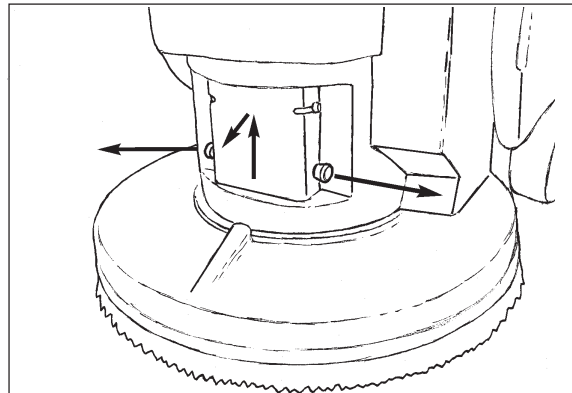
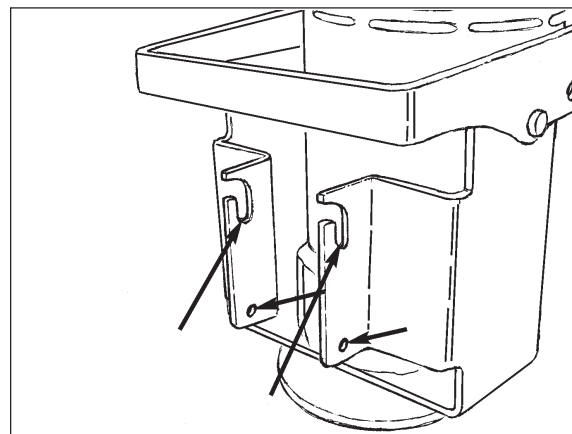

Figure 18
Figure 19
- **Étape Volume** - A l'étape Volume du chargement, le voyant rouge est illuminé sur le chargeur (Voir Figure 18). Pendant cette étape, le chargeur fournit sa puissance ampère totale aux batteries. Il continuera à charger les batteries à ce taux jusqu'à ce qu'elles atteignent environ 75% de leur capacité.
**N.B. :** Il n'est pas nécessaire de retirer l'assemblage du boîtier de la brosse lorsque vous retirez ou installez la brosse ou le porte-disque. Pour un meilleur accès à la brosse ou lorsque vous faites monter la machine sur une rampe, l'assemblage du boîtier de la brosse peut être retiré. Pour retirer l'assemblage du boîtier de la brosse, tirez vers l'extérieur la tige sur ressort située sur le côté gauche du boîtier, puis tirez, vers le haut et vers l'extérieur, l'assemblage du boîtier de la brosse (Voir Figure 18). Réinstallez l'assemblage du boîtier de la brosse dans l'ordre inverse, en s'assurant que la barrette dans le boîtier de la brosse est insérée dans les deux fentes situées dans le bâti du moteur et que la tige sur ressort est fixée en position (Voir Figure 19).